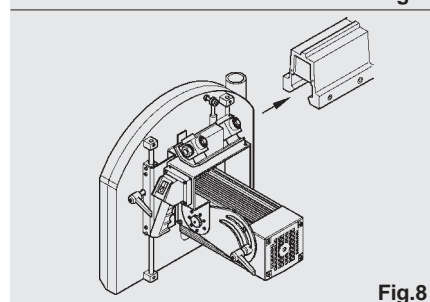

Fig.8
- Insérer dans les glissières le groupe Chariot-Fourche-Moteur en tâchant d'éviter tout coup ou secousse susceptible de compromettre le réglage des roulements (voir figure 8). Le groupe a été testé par notre Bureau de Contrôle Qualité.